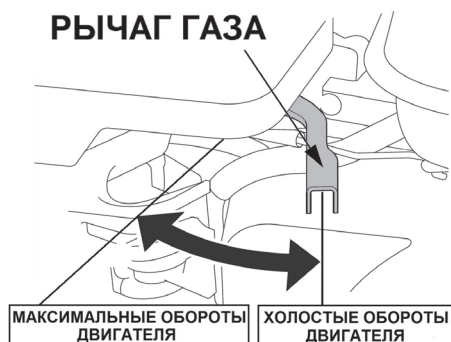

Рис. 16. Рычаг топливного крана
3. Откройте топливный кран переводом рычага вправо (Рис. 16).
5. Закройте топливный кран (Рис. 16).